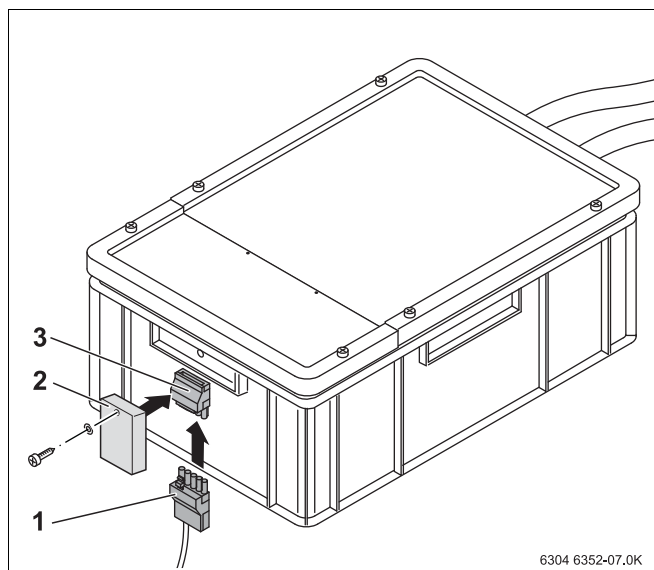

Рис. 6 Подключение соединительного провода
- Подключите соединительный провод (рис. 6, поз. 1) к устройству нейтрализации и к системе управления в соответствии с отдельной электрической схемой соединений.
- Установите крышку (рис. 6, поз. 2) на штекер.